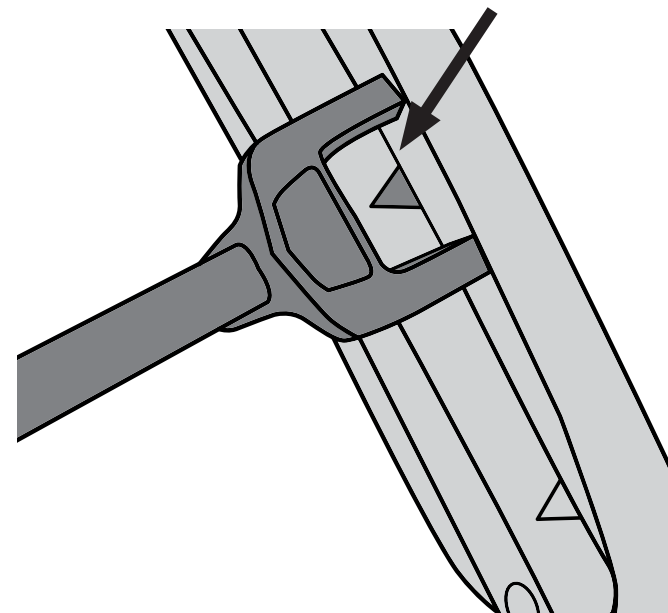

Figure 24
2. Pour verrouiller, alignez les marques du siège sur l'une des trois positions d'inclinaison du châssis (Figure 24).